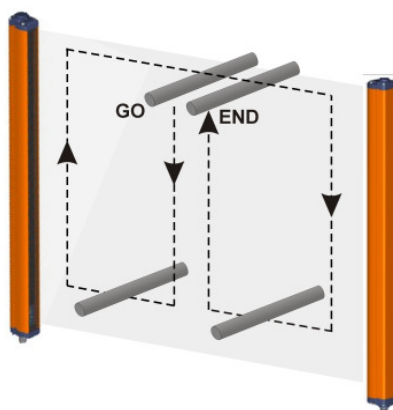

Abb. 11
- die ESPE im blockierten Zustand (➡I) verweilt, wenn die Strahlen entlang des Schutzfeldbereichs mit einem angemessenen Teststab (Test Piece) und gemäß des auf Abb. 11 dargestellten Schemas unterbrochen werden.